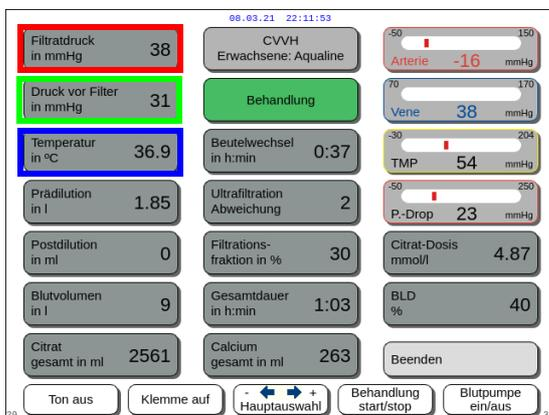

Abb. 167
- *Filtratdruck (mmHg)* (roter Rahmen Abb. 167)
- *Druck vor Filter (mmHg)* (grüner Rahmen Abb. 167)
- *Temperatur (°C)* (blauer Rahmen Abb. 167)